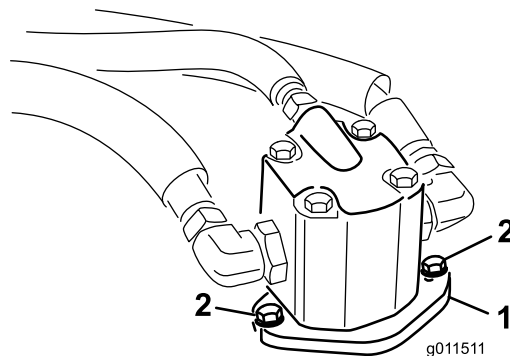

Figura 76
- Retire los pernos que sujetan el motor hidráulico a la carcasa de corte (Figura 76).